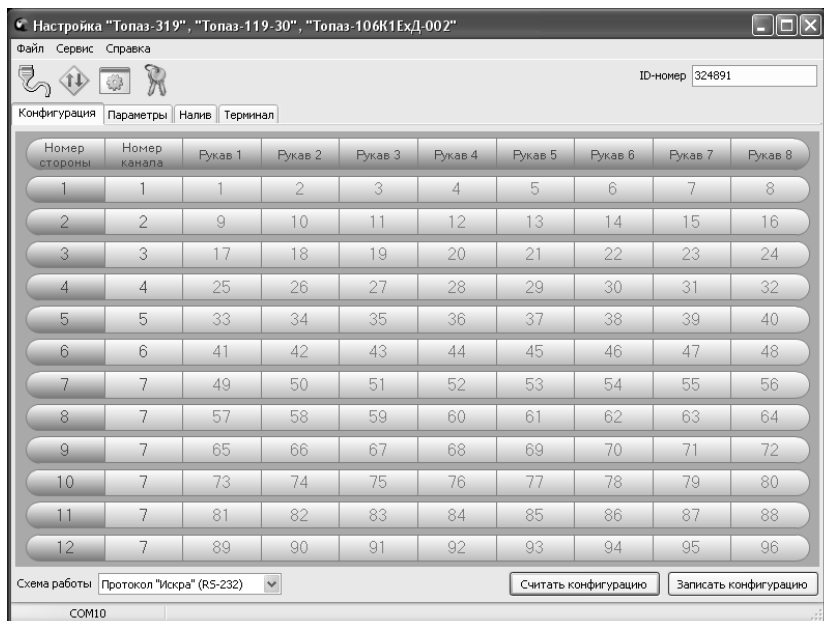

Рисунок 1
- в) считать конфигурацию устройства на вкладке "Конфигурация" (рисунок 1) и настроить для каждой стороны: